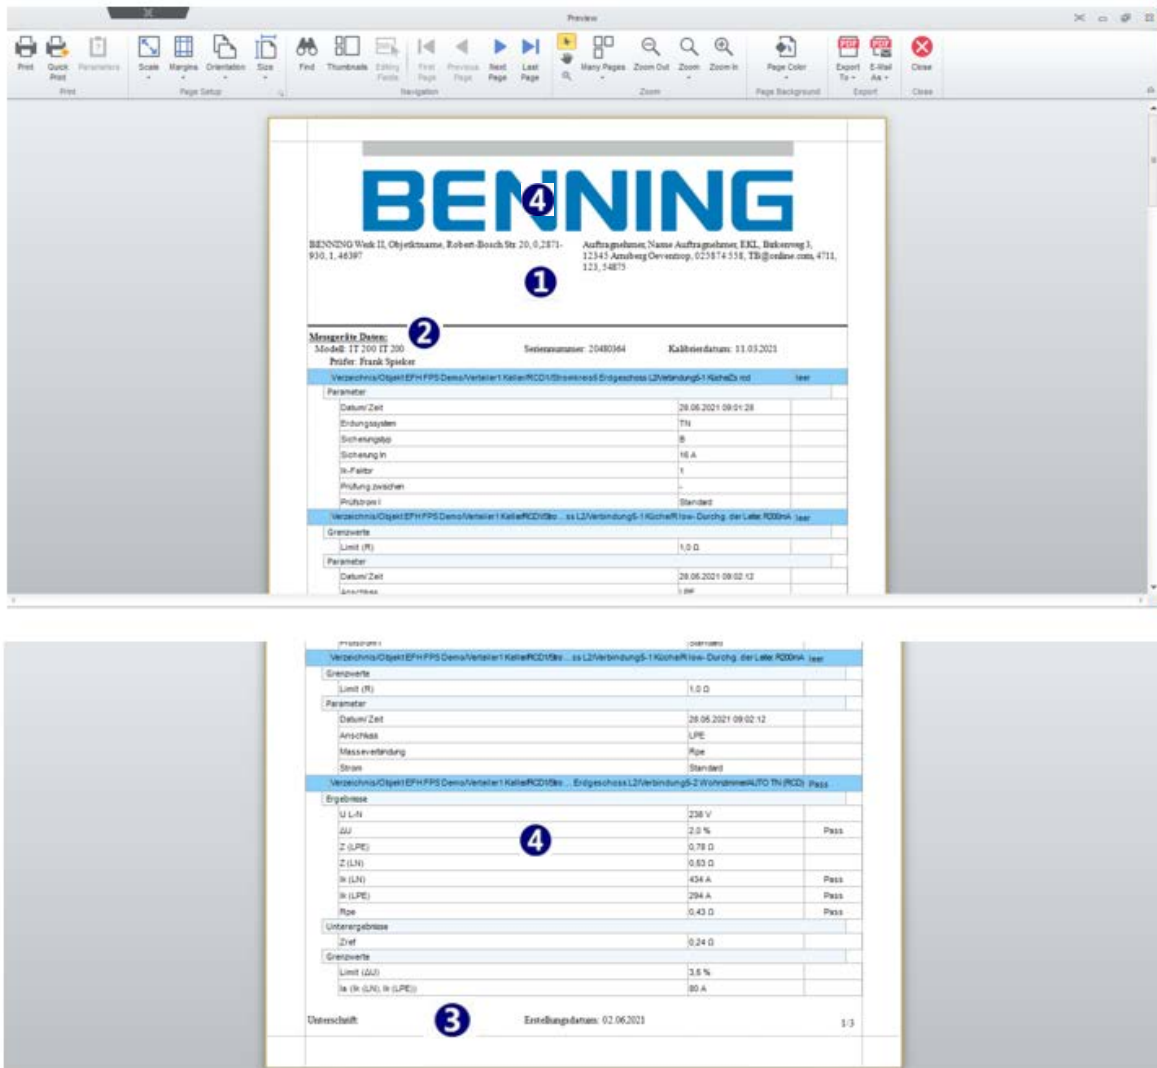

Abbildung 8.2: Druckvorschau des Ergebnisberichts
- Klicken Sie auf  **Ergebnisbericht** in der Funktionsgruppe Werkzeuge der Home-Registerkarte, um das Druckvorschaufenster des Berichts zu öffnen (**Abbildung 8.2**).